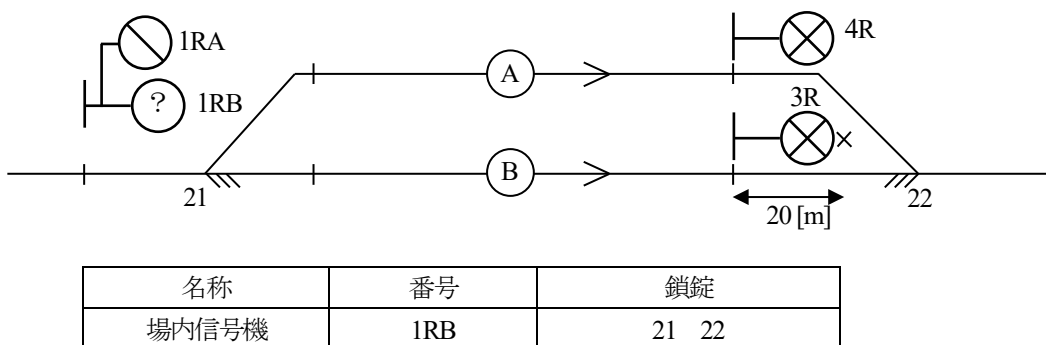

図2
- (2) 図2の信号機1RBの現示として最低限必要な現示のうち、停止現示を除いて最も低位なものは(②)現示である。